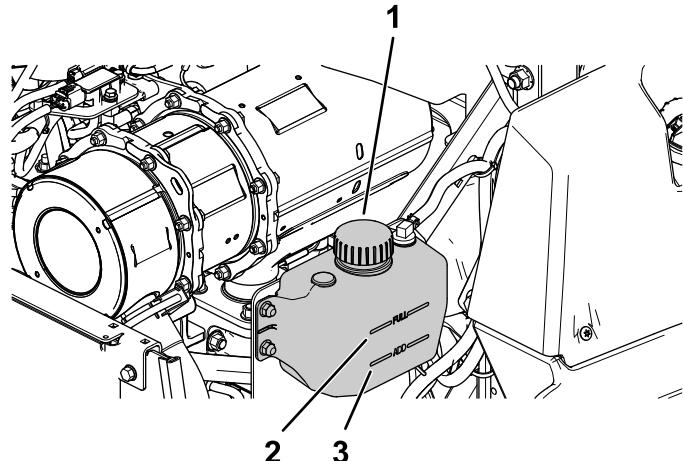

図 52
4. 液量の点検は補助タンクで行う(図 52)。
5. 冷却液のレベルが低い場合は、拡張タンクのキャップを取り外し、指定された冷却液を追加する(図 52)。